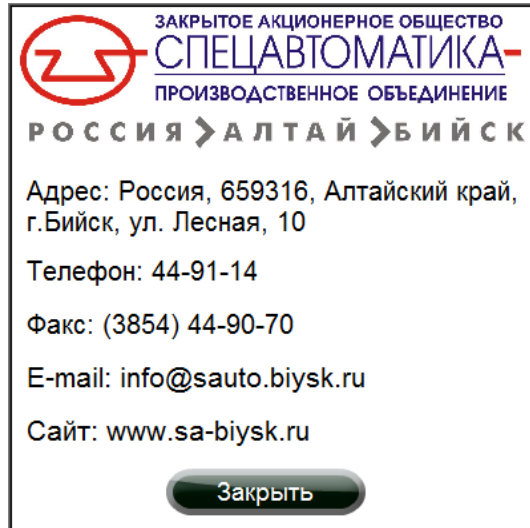

Рисунок 9.14 - Информация о предприятии-изготовителе
9.23 Информацию о предприятии-изготовителе можно посмотреть во всплывающем окне (рисунок 9.14), нажав на кнопку «Контакты».